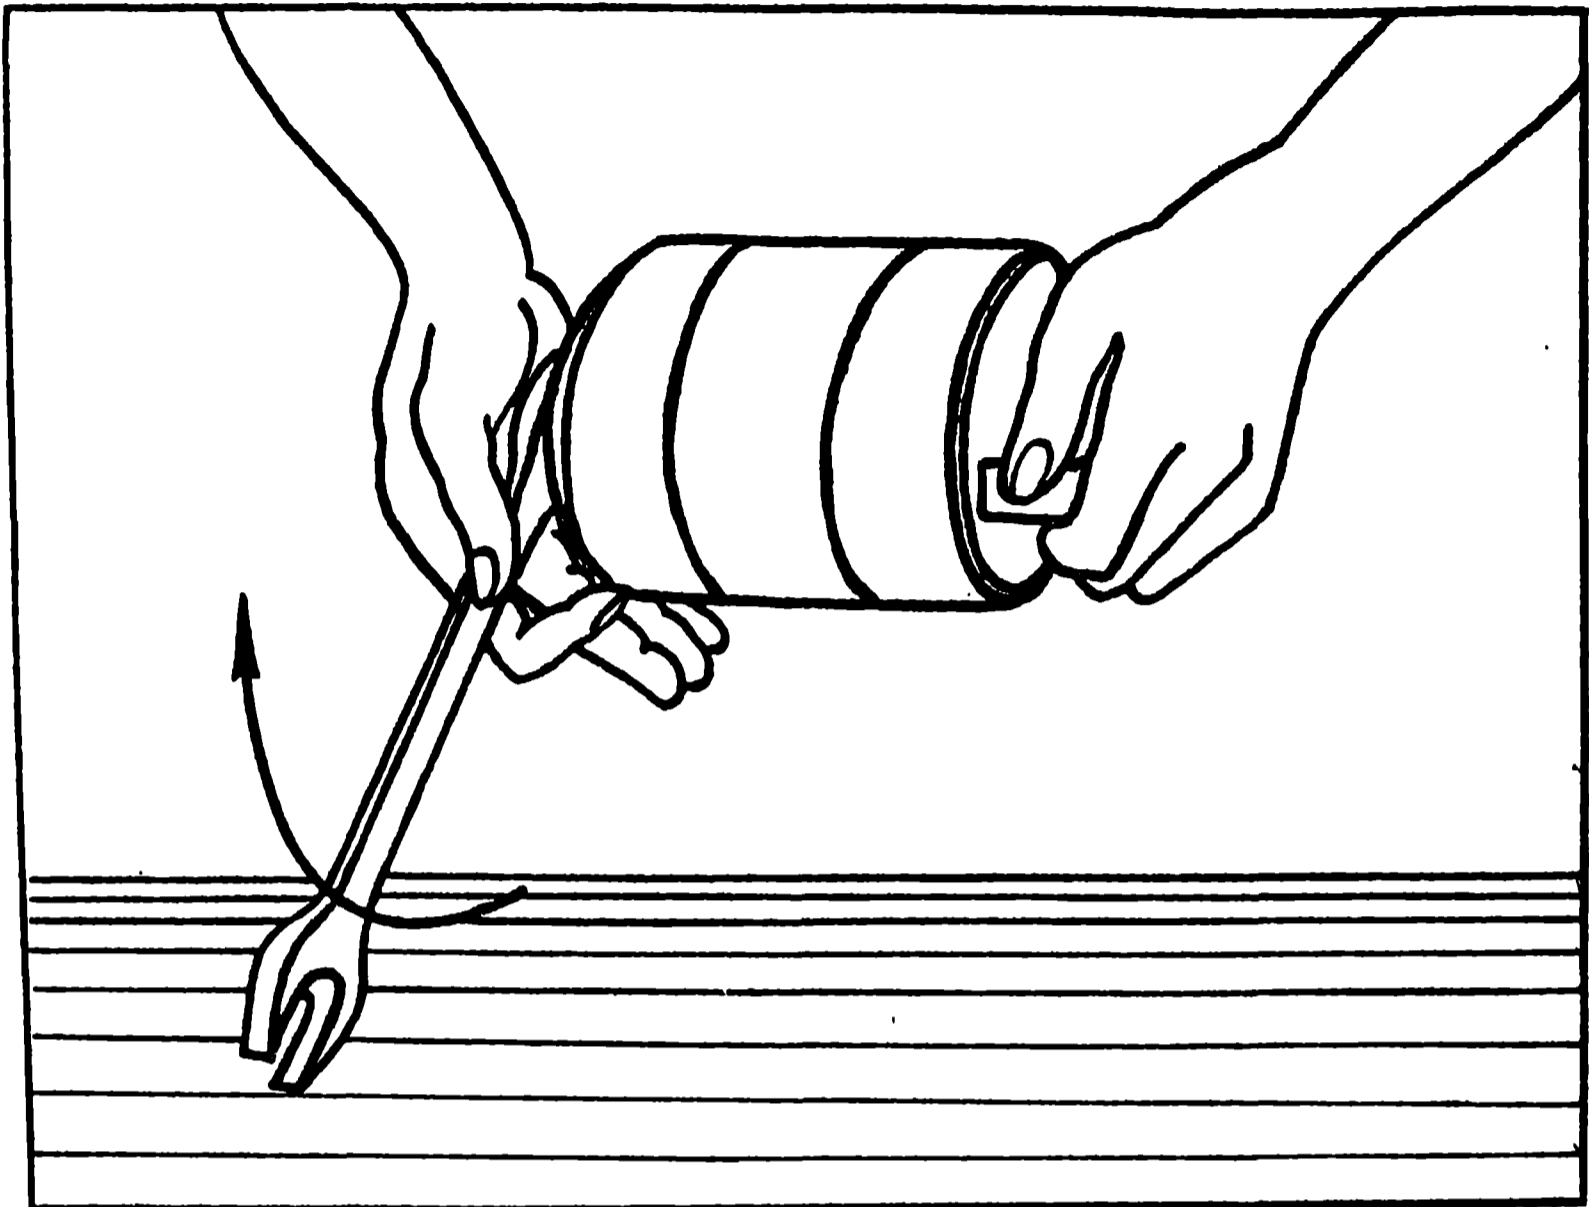

Рис. 85. Отворачивание гайки ротора центрифуги
- в) снимите крышку ротора 6, отвернув гайку 5 крышки ротора. Отворачивание гайки 5 крышки ротора производите ударом свободного конца ключа о твердый предмет (рис. 85).